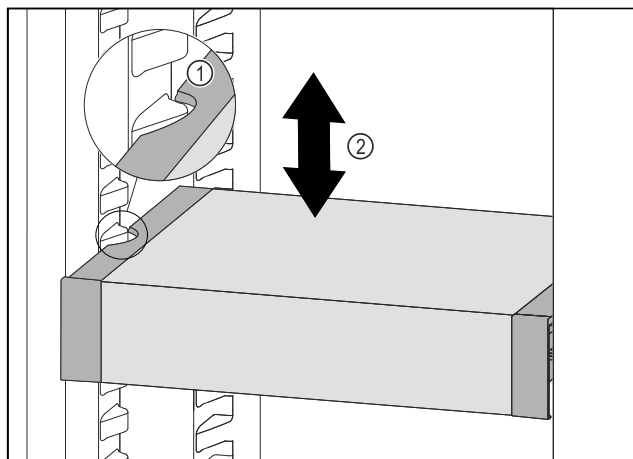

Fig. 103
- Dra VarioSafe framåt tills sidofördjupningarna på VarioSafe är i samma nivå som behållarlisterna i kyldelen. Fig. 103 (1)
- Förflytta VarioSafe uppåt eller nedåt i kyldelen tills önskad höjd har uppnåtts. Fig. 103 (2)